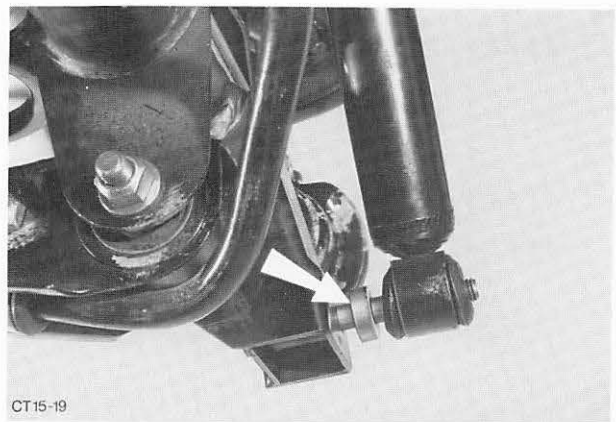

Abb. 24 Stoßdämpfer an Hinterachse montieren. Distanzscheibe (Pfeil) einsetzen.
12. Stoßdämpfer an Hinterachse montieren, dabei Schrauben von vorn nach hinten einführen. Distanzscheibe zwischen Haltebock und Dämpfer einsetzen. Abb. 24.